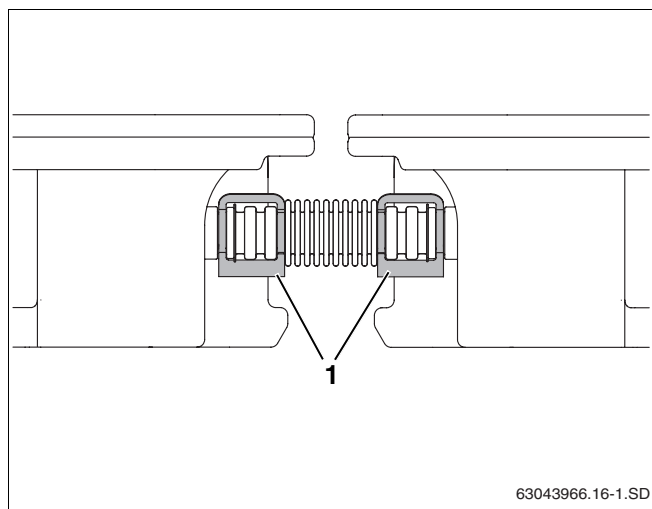

Fig. 50 Ligação de tubo ondulado fixada com grampos
- ▶ Fixe cada tampa de fecho com um grampo e cada ligação de tubo ondulado com dois grampos (fig. 50, **item 1**).